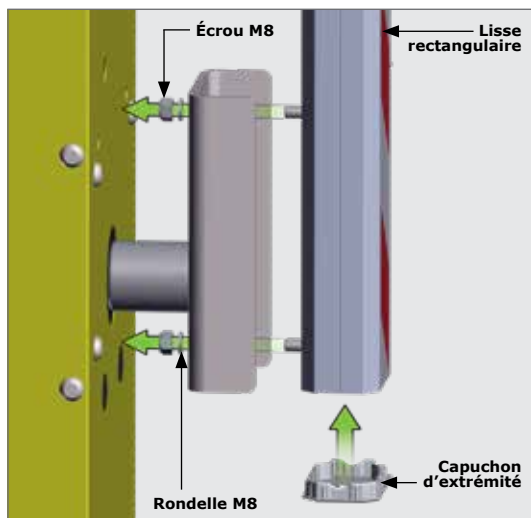

FIGURE 8
8. Fixez la lisse rectangulaire comme indiqué sur la figure 8 et remplacez le capuchon.